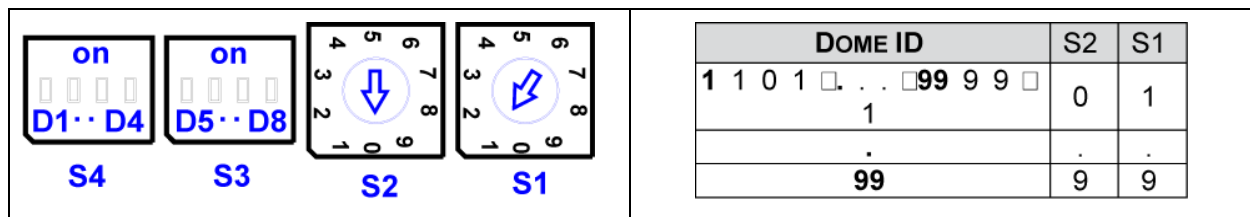

Figura 9 - Impostazione dell'indirizzo (ID) della telecamera e del protocollo
Per l'impostazione dell'indirizzo (ID) della telecamera e per la scelta del protocollo, fare riferimento alla figura 9.